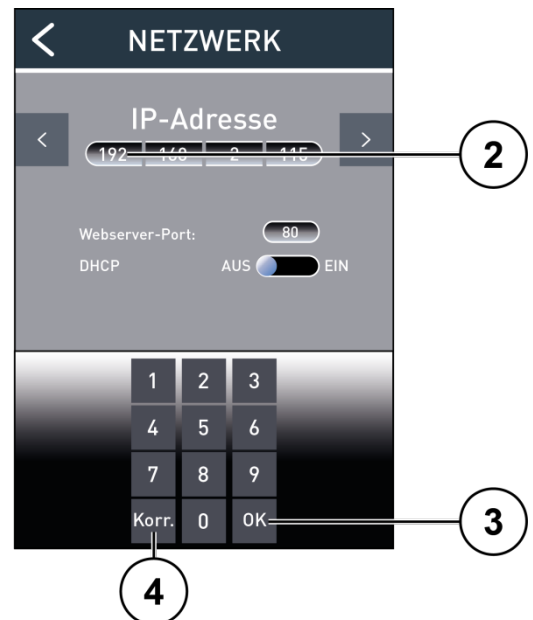

Abb. 19: 10er-Tastatur
- Tippen Sie auf eine der Zahlengruppe der *IP-Adresse* **(2)**. Eine 10er-Tastatur wird im Display angezeigt (Abb. 19).